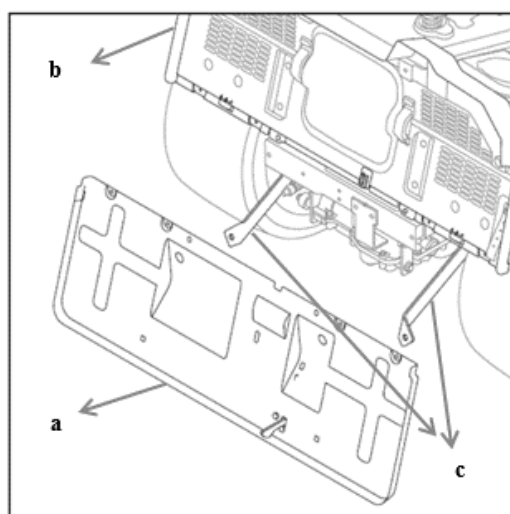

Fig.7C
2. Allineare i sei fori sulla parte superiore del pannello posteriore (a) con i fori sulla macchina (b) e collegarli con quattro viti e quattro bulloni (1,2,3, Fig.7C/Fig.7D).
3. Allineare i due fori nella parte inferiore del pannello posteriore con i fori nelle due leve di supporto (c, Fig.7C) e collegarli con due dadi di bloccaggio flangiati esagonali (4, M8\*20). (Fig.7C/Fig.7D).